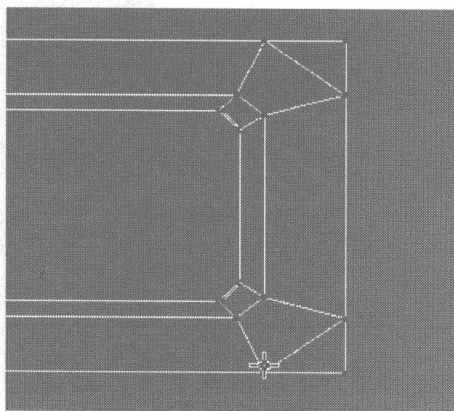

图 6.395
- 25** 切换为节点编辑，在 Edit Vertices 卷展栏中单击 **Target Weld** 按钮，在 Top 视图中分别焊接倒角后如图 6.395 所示的各节点。